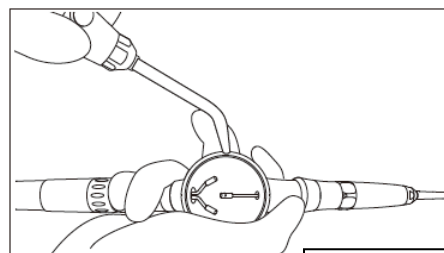

Рис. 13
3) Blow off the powder remaining in the powder case with air (Fig. 13).
3) Выдуйте остатки порошка из резервуара с помощью воздуха (Рис. 13).